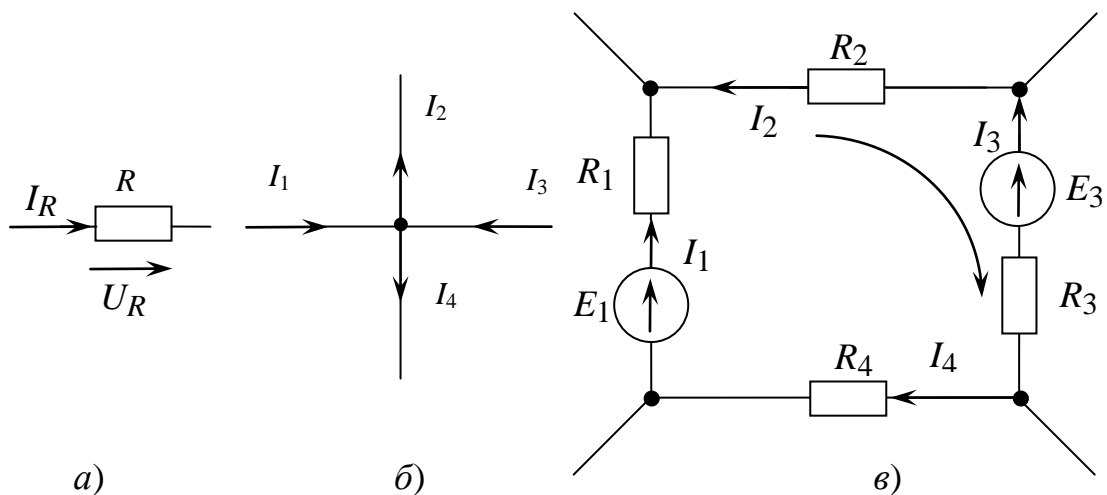

Рис. 1.4
*Закон Ома* (рис. 1.4а): напряжение между выводами активного сопротивления и ток в сопротивлении связаны соотношениями  $U_R = RI_R$ ;  $I_R = GU_R$ ;  $G = 1/R$ , где  $R$  – активное сопротивление;  $G$  – активная проводимость.
*I закон Кирхгофа*: алгебраическая сумма токов, сходящихся в узле, равна нулю. Для узла на рис. 1.4 б имеем:
*II закон Кирхгофа*: алгебраическая сумма напряжений на пассивных элементах равна алгебраической сумме ЭДС, действующих в контуре. Для контура на рис. 1.4 в имеем: